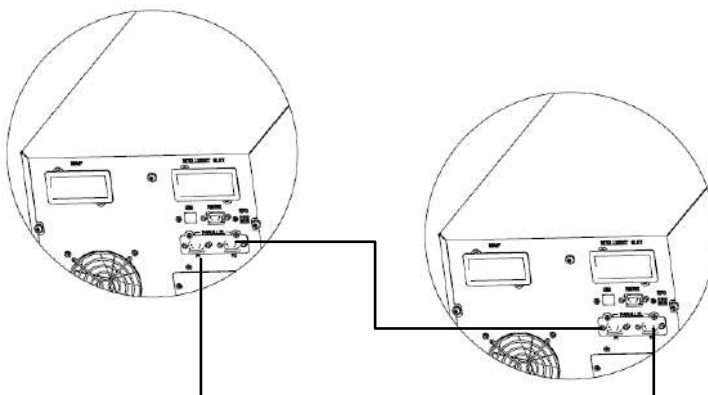

Fig.5 Collegamento dei cavi di comunicazione
- 1) Il kit parallelo prevede la connessione dei 2 cavi di comunicazione da 15 poli di una lunghezza inferiore ai 3m. e connessi tra gli UPS come mostrato nella seguente fig. 5.